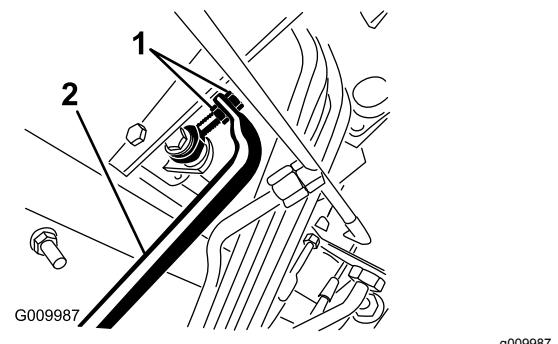

図 99
5. ポンプのロッドの端部についているジャムナットを調整する前進回転をなくすにはポンプのコントロールチューブを前へ動かし、後退回転をなくしたい場合には、後ろへ動かす 図 99。